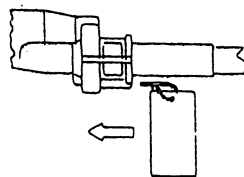

図3
- (4) 図3の通りピンを元の位置に戻して下さい。この時タグは外さないで下さい。
- (5) 左右いっぱいホイールを回してヘルムとケーブルが確実に固定されていることを確認して下さい。
- (6) ヘルムより飛び出しているインナーケーブルにNO2のスペントラベチューブを差込みNO3の六角ボルトでヘルムに確実に固定して下さい。